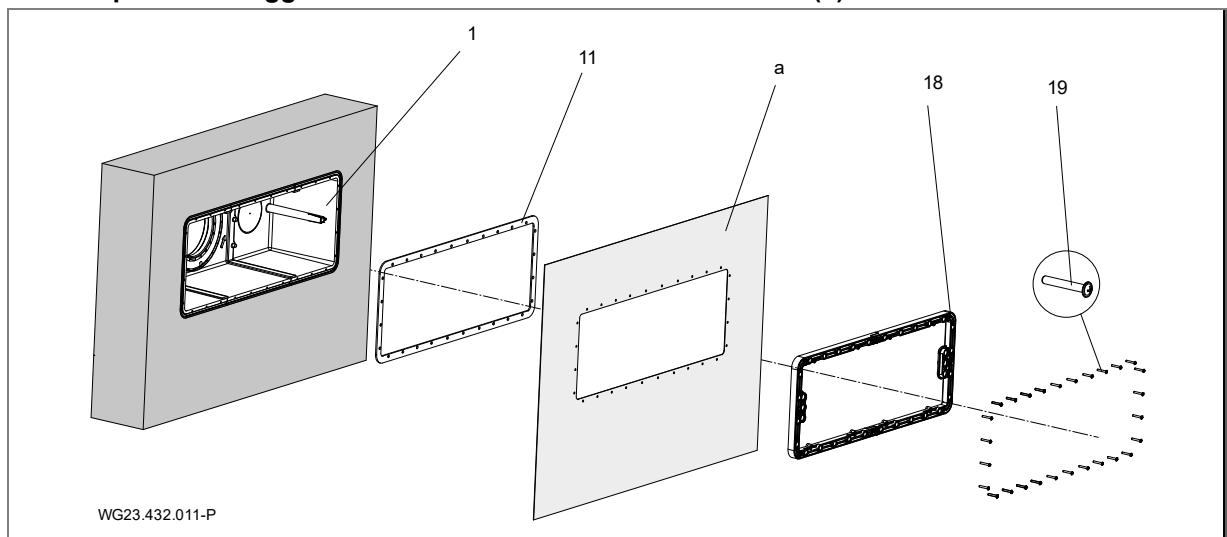

Fig. 7
Per l'impermeabilizzazione della parete in calcestruzzo, si consiglia di creare un anello circonfferenziale di resina epossidica/sabbia di quarzo sulla parete esterna dell'alloggiamento (1) sul lato della vasca. Vedere "Fig. 7" a pagina 15.